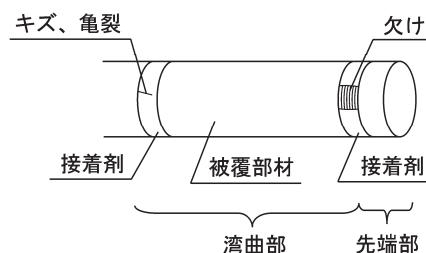

図 1
- ・湾曲部の被覆部材の両端の接着剤にキズ、欠け、亀裂がないことを確認すること。湾曲部の被覆部材は両端の外周を糸で巻き、その上から接着剤を塗布することによって固定されている。そのため、接着剤が欠けると糸が露出する。異常がある状態で使用すると、体腔内を傷付けたり、接着剤や糸が脱落するおそれがある (図 1 参照)。